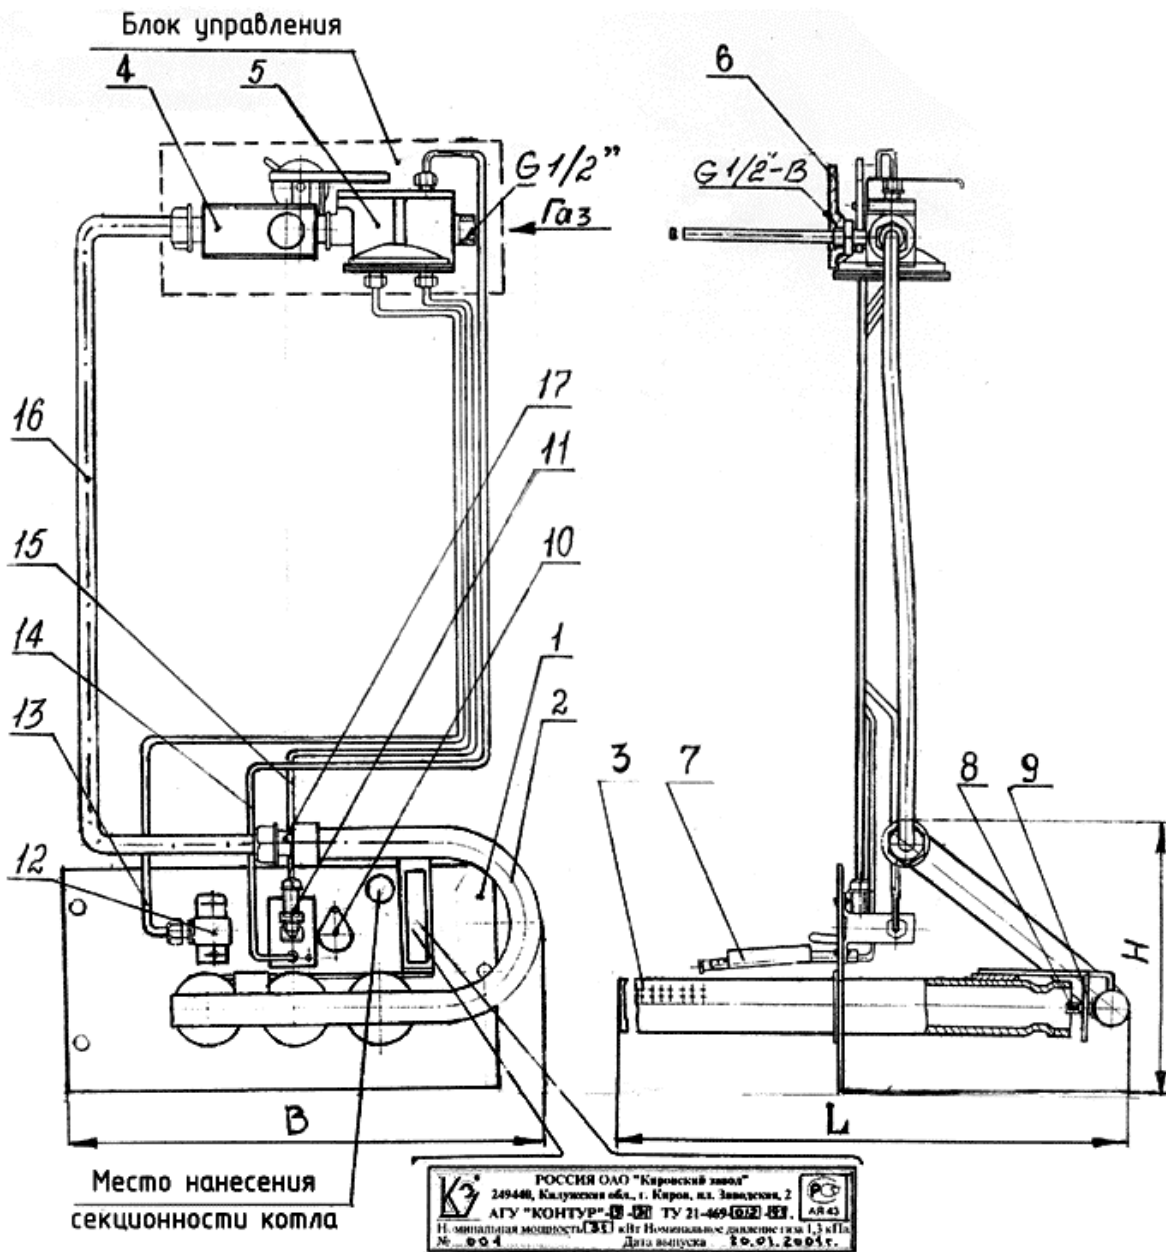

Рис. 1
Внешний вид газозорелочных устройств приведен на рис. 1 и 2.
- фронтального листа (1) с заслонкой для розжига и визуального контроля (10);
- коллектора (2) с соплами (8) и регулировочными шайбами (9) (регулирование подачи первичного воздуха к горелке);
- горелки (3), состоящей из трех трубок и стяжки для крепления горелки к фронтальному листу;
- блока управления, состоящего из регулятора температуры водяного РТВ (4) и клапана-отсекателя – КО (5);
- запальной горелки (7) или запальника;
- датчика пламени (11);
- датчика тяги (12).
- фланца (6) для установки чувствительного элемента регулятора РТВ блока управления и т.д. см. рис.1.
- Фланец (или отвод) устанавливается добышкой вниз (согласно рис.1 или 2). В противном случае возможно повреждение термодатчика.